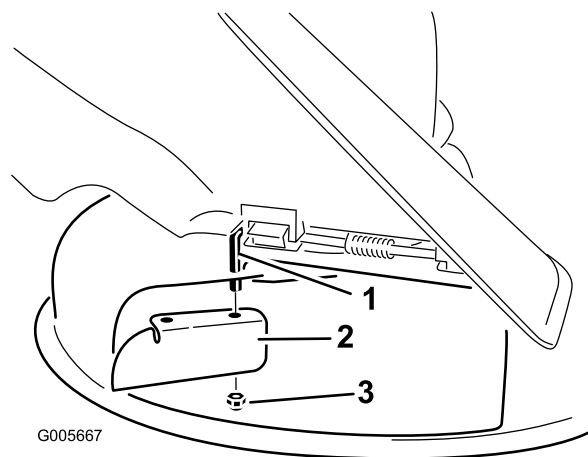

Figura 10
2. Instale el tabique en la varilla de pivote (Figura 10). Utilice la tuerca fina (3/8 pulgada) para fijar el deflector al cortacésped.